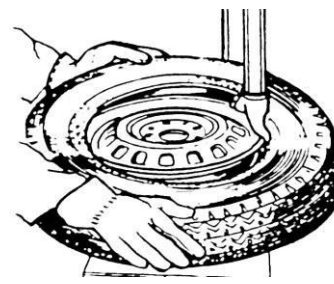

Рис. 7
Заблокируйте вертикальную направляющую. Положите шину на обод, приподняв ее левую сторону, чтобы борт проходил под углом к монтажной головке. Откиньте колонну назад для демонтажа шины. Положите нижний борт под заднюю монтажную головку и переднюю монтажную головку. Надавите на борт шины руками или прижимным приспособлением. Затем, нажмите педаль (Z), стол начнет вращаться по часовой стрелке. Повторите указанные операции для другого борта шины (**рис. 7**).